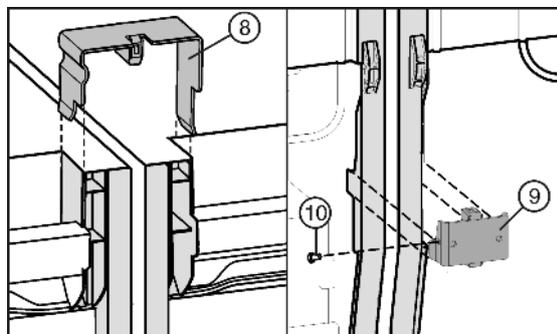

Fig. 7
- 将连接夹板 Fig. 7 (8) 插入到中间侧壁上。
- 连接角钢 Fig. 7 (9) 向下放入合适的槽中。
- 如果连接角钢有些松动，则安装螺栓 Fig. 7 (10)。